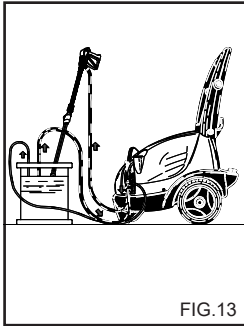

FIG. 13
**JÄÄTYMISENESTOAINEN KÄYTTÄMINEN (Fig. 13).**